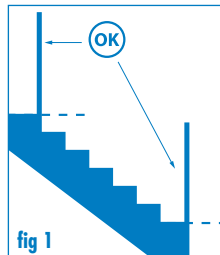

fig 1
⚠ **AVISO:** La posición de la puerta de seguridad en relación con las escaleras podría tener un efecto adverso en la seguridad del niño (Fig 1).
- ⚠ **AVVERTENZA:** La posizione del cancelletto rispetto alle scale può compromettere la sicurezza del bambino (fig 1).